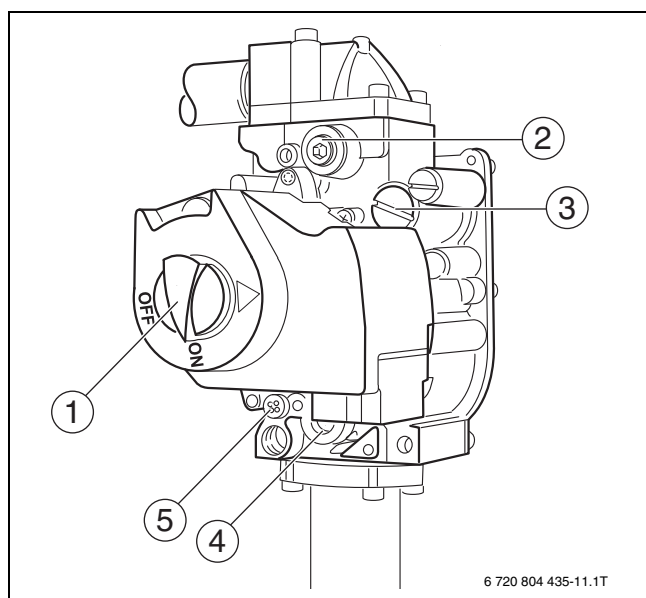

Fig. 11 Bloc gaz
- ▶ Comparer la pression aux injecteurs avec les valeurs du tabl. 4. En cas d'écart de plus de 0,2" W.C., régler en conséquence. Pour régler la pression aux injecteurs, retirer la vis de protection du bloc gaz (→ fig. 11, page 8). Tourner la vis de réglage dans le sens horaire pour augmenter la pression aux injecteurs, et dans le sens inverse pour la diminuer. Ce réglage doit être effectué pendant que la chaudière tourne.